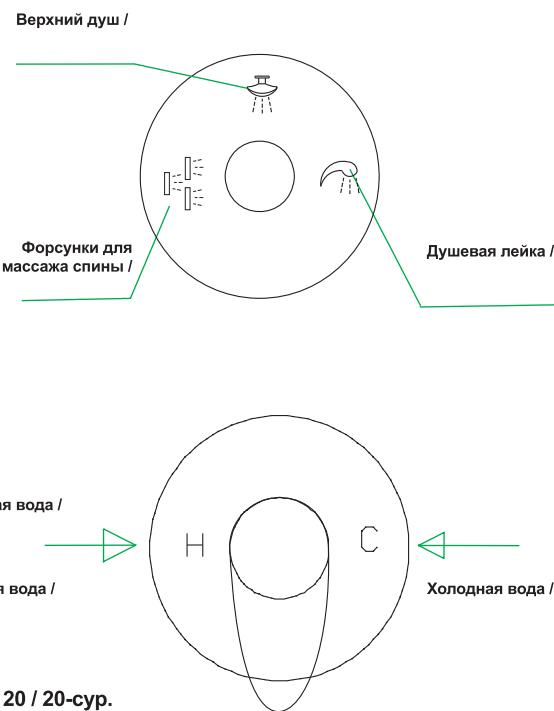

Рис. 20 / 20-сур.
1. Для переключения потоков воды используйте ручку дивертора центральной колонны (рис. 20).